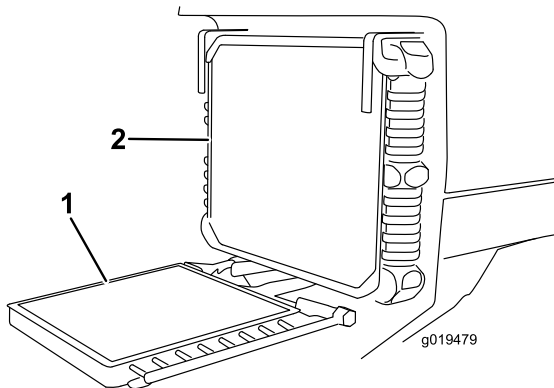

Figura 67
7. Svitare le manopole e ruotare all'indietro il radiatore dell'olio (Figura 67).